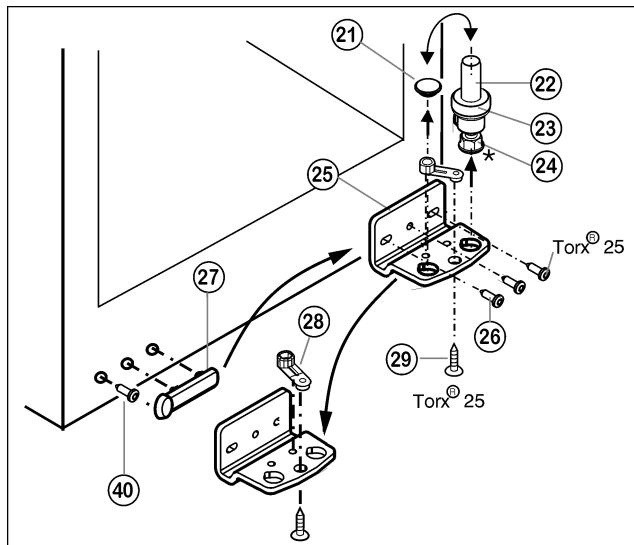

Fig. 5
- ▶ Извлеките опорный винт *Fig. 5 (22)* в комплекте с шайбой *Fig. 5 (23)* и регулируемой опорой* *Fig. 5 (24)*, вытягивая его вверх.
- ▶ Снимите пробку *Fig. 5 (21)*.
- ▶ Открутите *Fig. 5 (26)* опорный кронштейн *Fig. 5 (25)*.
- ▶ Открутите *Fig. 5 (29)* опорную деталь *Fig. 5 (28)* и, переведя в отверстие на противоположной стороне опорного кронштейна, снова прикрутите.
- ▶ Осторожно снимите и переставьте на противоположную сторону крышку со стороны ручки *Fig. 5 (27)* и винт *Fig. 5 (40)*.
- ▶ Снова прикрутите опорный кронштейн *Fig. 5 (25)* на новой стороне шарнира (**с моментом 4 Нм**). При необходимости используйте аккумуляторный шуруповерт.
- ▶ Переставьте пробку *Fig. 5 (21)* в свободное отверстие.
- ▶ Вновь установите опорный винт *Fig. 5 (22)* в комплекте с шайбой и регулируемой опорой*. При этом фиксатор должен быть направлен назад.
- ▶ Установите дверцу сверху на нижний опорный палец *Fig. 5 (22)*.
- ▶ При необходимости выровняйте дверцы через два продольных паза в нижнем опорном кронштейне *Fig. 5 (25)* параллельно корпусу устройства. Для этого выкрутите средний винт.